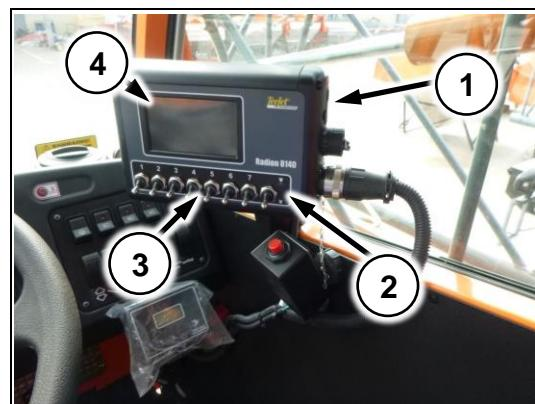

Рис. 82
- (Рис. 82/1) – кнопка питания
(Рис. 82/2) – тумблер включения опрыскивания
(Рис. 82/3) – тумблера включения секций
(Рис. 82/4) – сенсорный дисплей управления компьютером